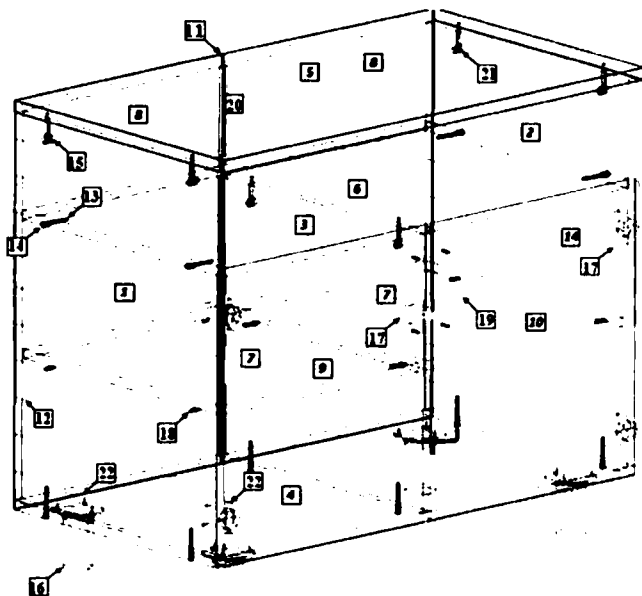

Рис. 1
1. Внимательно ознакомьтесь со схемой сборки, изображенной на рис. 1, сверяясь со спецификацией на изделие. Согласно позициям на схеме и спецификации определите расположение деталей в изделии и порядок их сборки. Сборка производится на ровном полу, укрытом материалом, предотвращающим повреждение покрытия пола и деталей мебели. Подготовьте необходимые для сборки инструменты – плоскую и крестовую отвёртки, молоток, рулетку или линейку.
2. На горизонтальной нижней стенке (4) шурупами 4x16 (22) закрепите опоры (16). На вертикальных боковых стенках и средней стенке (1,2,3) – установите цилиндрические части эксцентриковых стяжек (20) в предназначенные для них отверстия. На боковую (1,2) и среднюю стенки (3) шурупами 4x16 (22) закрепите направляющие (15). На крышке (5) установите штыки эксцентриковых стяжек (20).
3. Евровинтами (14), как показано на рис. 1, соедините вертикальные стенки (1,2,3) с горизонтальной стенкой (4). Установите крышку (5). Затяжка соединения производится путём поворота эксцентриков до упора в направлении стрелки, выштампованной на корпусе стяжки. Гвоздями (13) закрепите задние стенки (11). Для крепления задней стенки к средней стенке используйте скрепки (19) с шурупами (22).
4. Сборка ящиков. Внимание! Присадка отверстий на фасадах ящиков выполнена несимметрично, один ящик собирается на левую сторону, второй – на правую. Евровинтами (14) соедините боковые стенки ящика (6,7) с передней (9) и задней (8) стенками. Дно ящика (10) закрепите саморезами (18). Шурупами 4x16 (22) закрепите узкие части направляющих (15). Шурупами 3,5x30 (21) закрепите фасад (12) к передней стенке ящика (9). Установите ручку (17). Установите собранные ящики в корпус тумбы.